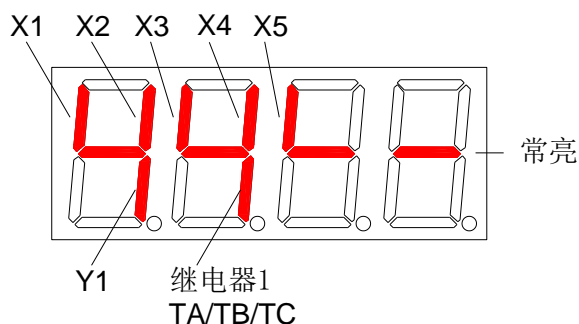

图 6-28 端子状态
- ◆ 端子状态为4位数码管无单位显示, 具体含义如图6-28所示。